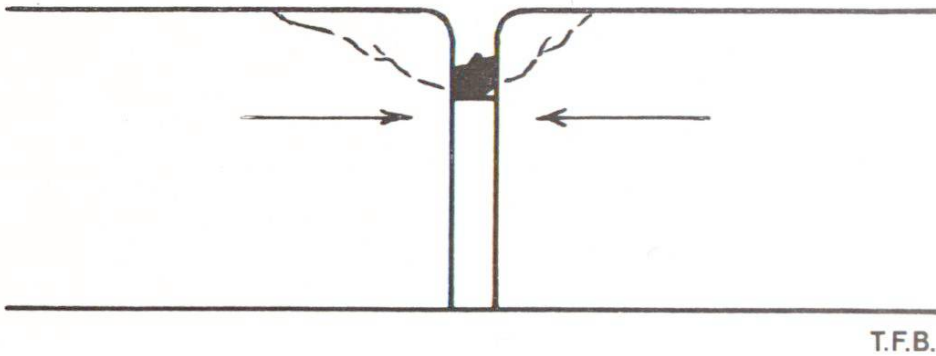

Fig. 4 Rupture provoquée par la présence de restes de mortier dans un joint de dilatation
3. Les joints doivent être propres. La présence de pierres ou de restes de mortier peut conduire également à des ruptures par concentration d'effort (fig. 4). Avant de procéder au scellement des joints, il faut donc toujours contrôler s'ils sont libres de tout corps étranger.